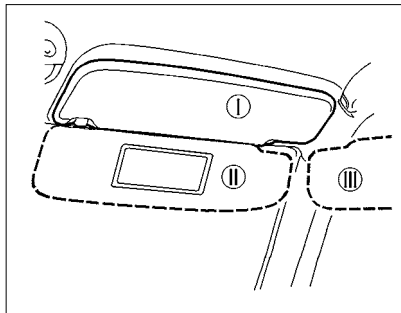

Рис. 23. Противосолнечные козырьки
**Противосолнечные козырьки** в зависимости от направления лучей солнца можно установить из положения I (рис. 23) в положение II или III. **В варианном исполнении** на части автомобилей противосолнечный козырек пассажира имеет зеркало с внутренней стороны.